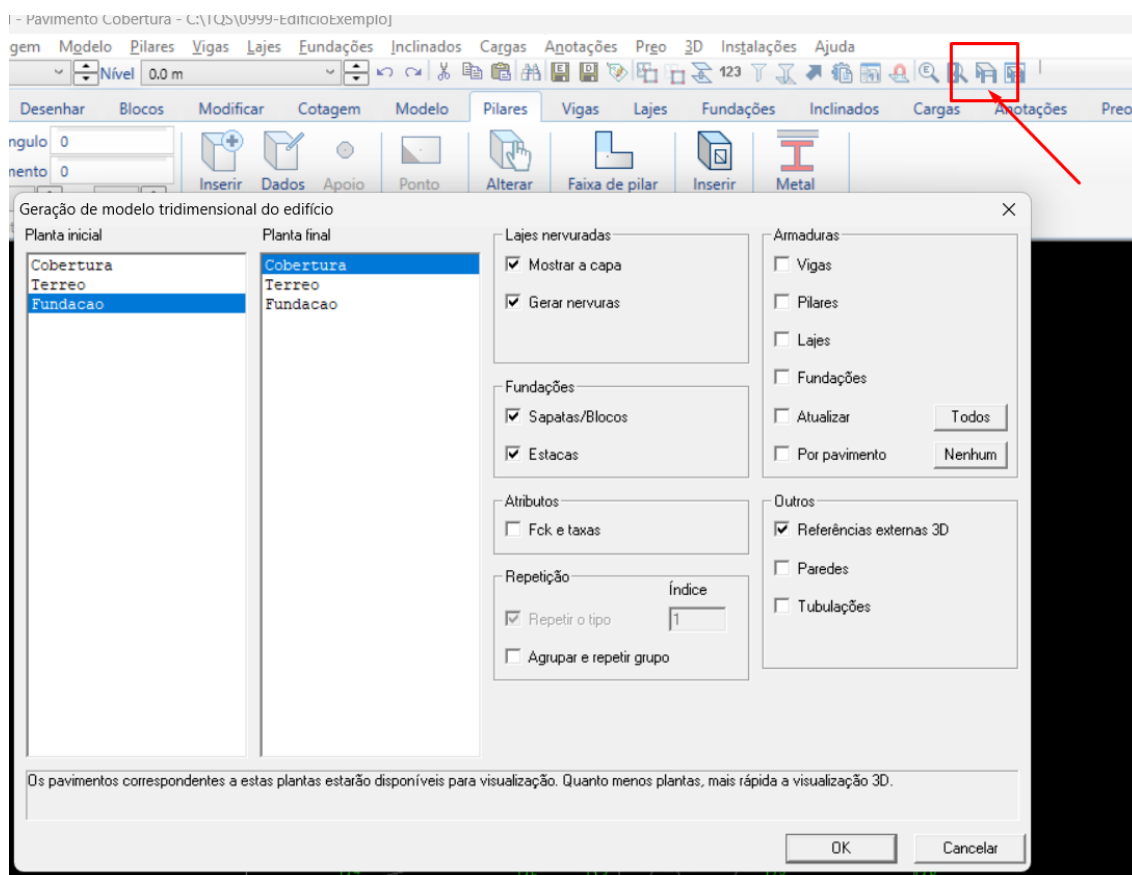
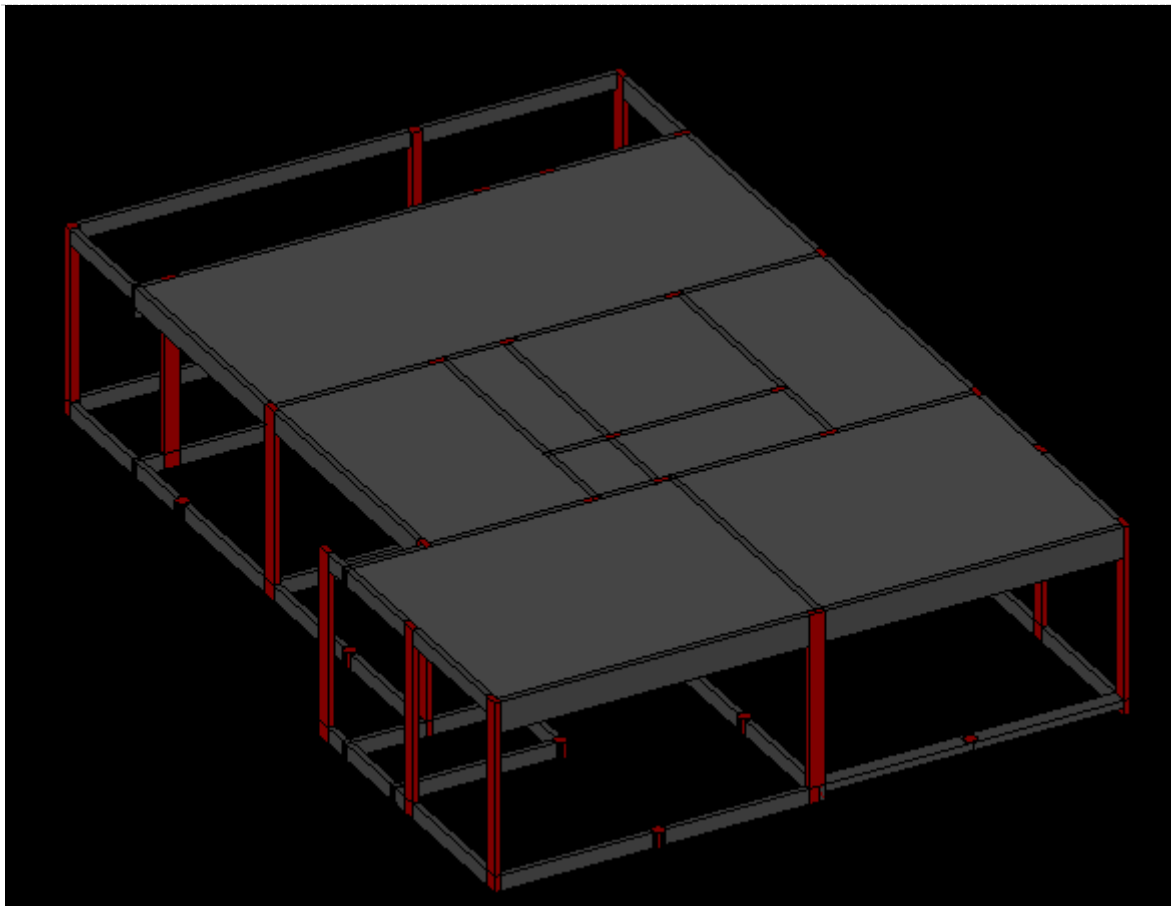

Figura 18 – Geração de modelo tridimensional do edifício
Figura 19 – Modelo tridimensional gerado
-Na aba de ferramentas, clique em “3D” e depois em “Visualização do modelo 3D”. Selecione todos os pavimentos (no exemplo, da fundação até cobertura) e clique em “OK”(Figura 18). O TQS irá gerar um desenho 3D para visualizar a estrutura montada (Figura 19).